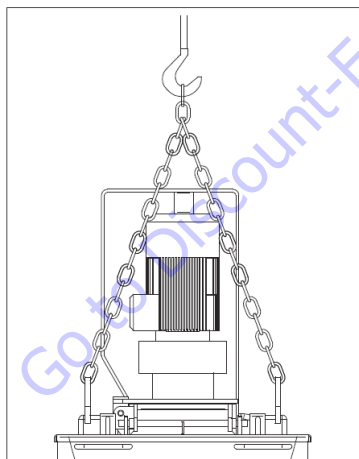

FIG.3
Pour soulever la machine, utiliser les deux anneaux prévus pour ce faire (fig.3).
**⚠ - Attention ! Pour le levage de la machine, n'utiliser sous aucun prétexte des points d'accrochage différents de ceux indiqués sur la figure 3 ; ne pas accrocher notamment les dispositifs de levage à la protection du motoréducteur.**